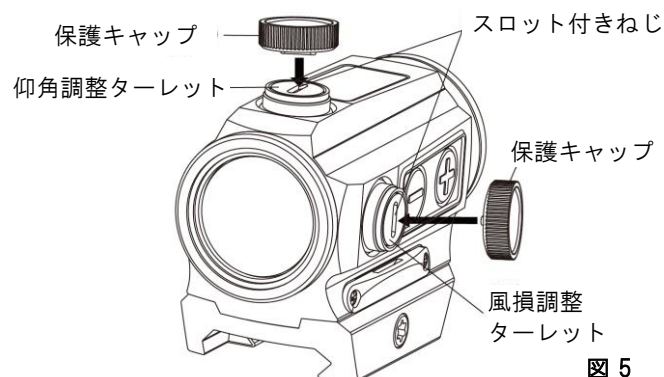

図 5
1. サイトの上に仰角調整つまみがあり、風損調整つまみは右側にあります（図5参照）。サイトは工場出荷時に、ほぼゼロに調整されています。
2. 保護キャップ上の内蔵ねじ回しツールはゼロ調整に使用できます（図5参照）。キャップ内側のラベルを参照してください。